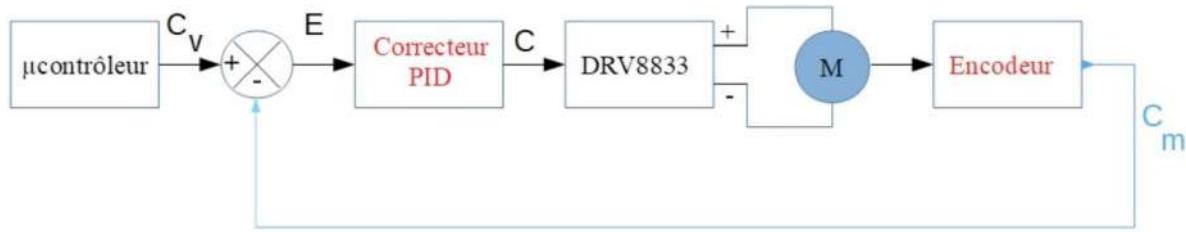

FIGURE 11.5 – Asservissement de vitesse d'un moteur.
– Dérivé). Le schéma de principe de la commande d'un moteur est alors donné par la figure 11.5.